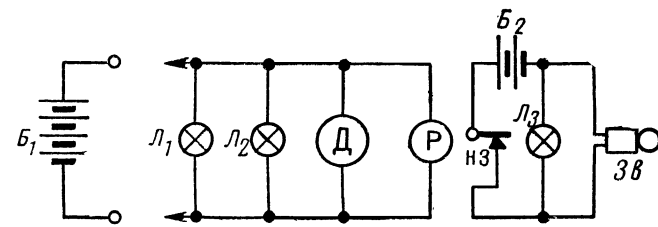

Рис. 12. Схема аварийного освещения (типа троллейбусного)
3. АВАРИЙНОЕ ОСВЕЩЕНИЕ В ТРОЛЛЕЙБУСЕ (рис. 12)